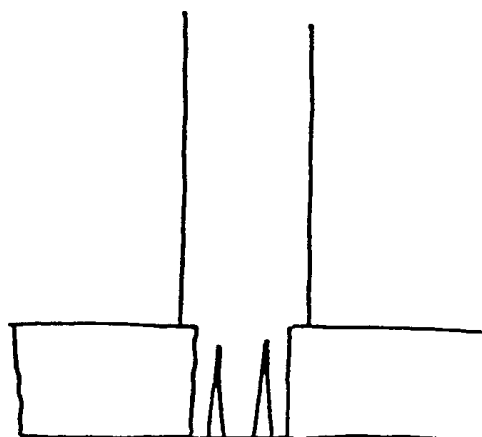

Fig. 13. Snitt genom tapp och tapphål.
- När alla tappar och tapphål är klara oljas dessa med rå kallpressad linolja. Karmen monteras samman och spänns ihop med långa knektar. Mått och vinklar kontrolleras. Tapparna låses i tapphålen med kilar. Se snitt genom tapp och tapphål (fig. 13). Kilar i ekkarmarnas tappar är av kärnfur och i furukarmarna av ek. Kilarna drivs in i tapparna som expanderar i tapphålet. Sammanfogningen blir överraskande stark.